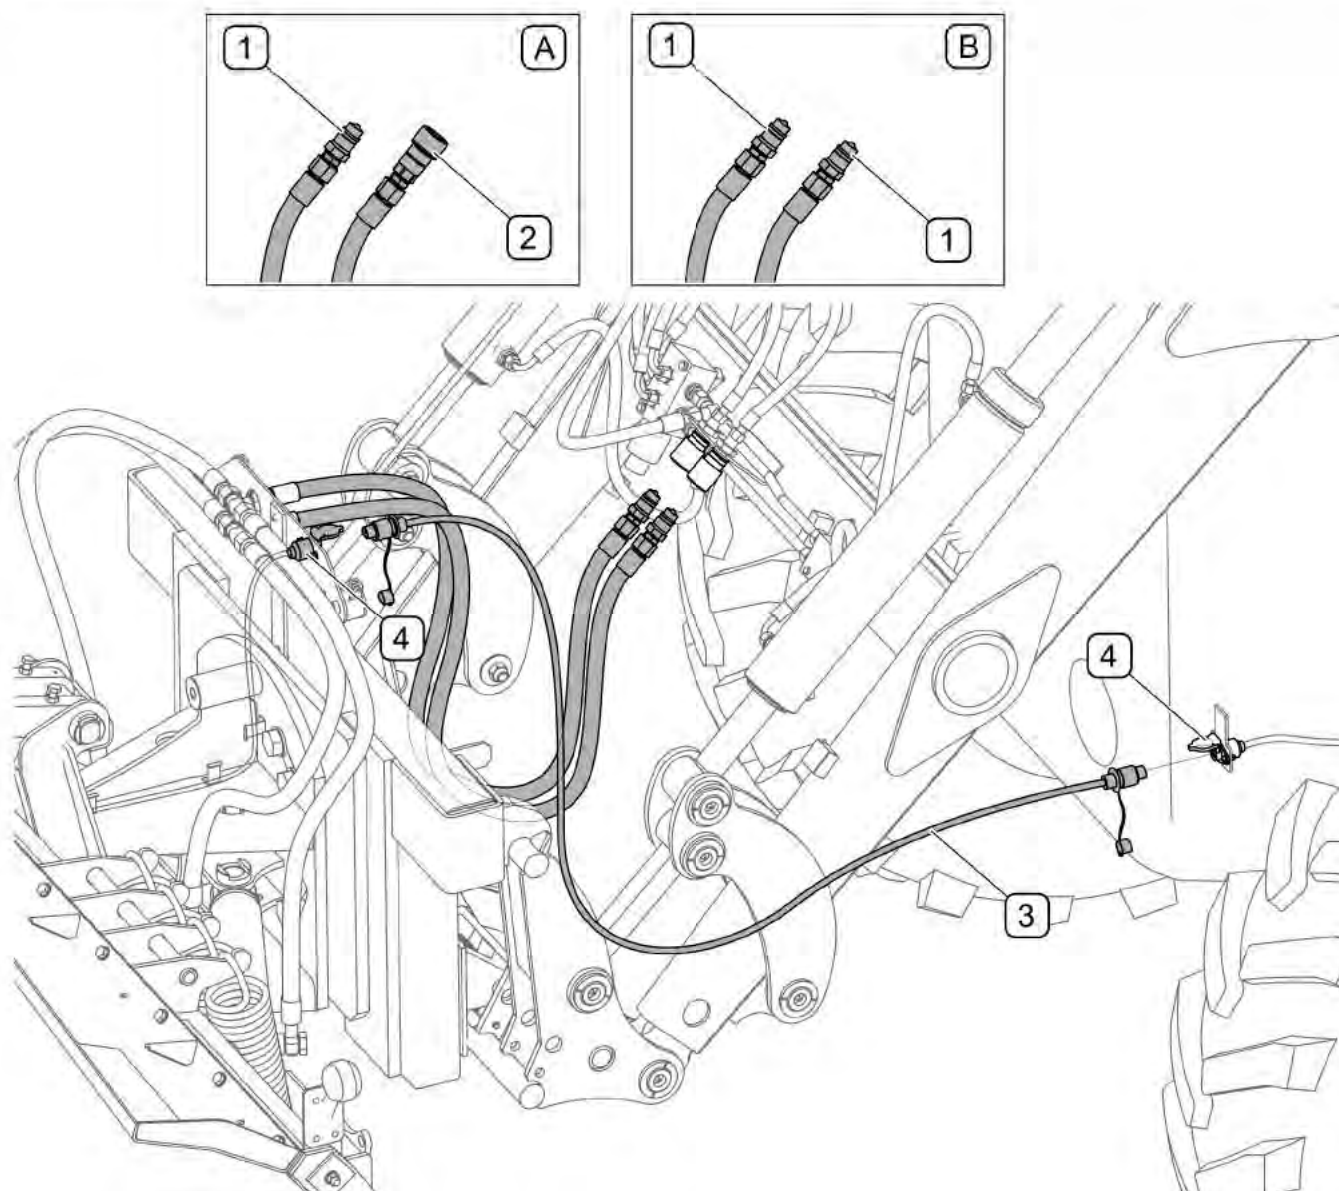

РИСУНОК 4.6 Присоединение гидравлической и электрической систем к снеговому плугу
Штекеры гидропроводов (1), (2) управления плугом (РИСУНОК 4.6) нужно подсоединить к разъемам внешней гидравлики для обслуживания рабочего органа, присоединенного к погрузчику. Плуг, приспособленный для работы с фронтальным погрузчиком LC-1650 имеет два гидравлических разъема (1), а для работы с погрузчиками с евро-сцепкой - штекер (1) и разъем (2). Штекер присоединительного провода (3) системы электропитания боковых габаритных фонарей необходимо присоединить к 3-пиновою разъему (4) плуга и трактора. Электропровода должны быть проложены таким образом, чтобы их было невозможно повредить в ходе работы.